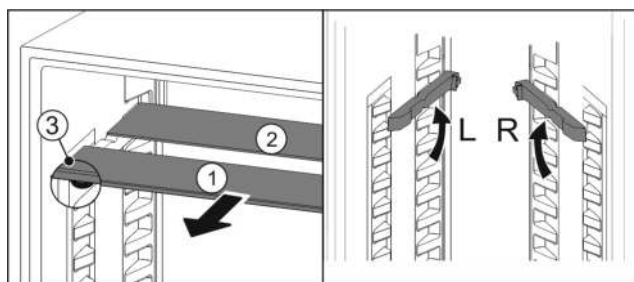

Fig. 103
- Glasplatten einzeln nach vorne herausziehen Fig. 103 (1).
- ▷ Glasplatte Fig. 103 (1) mit Zierleiste liegt vorne.
- ▷ Stopps Fig. 103 (3) zeigen nach unten.